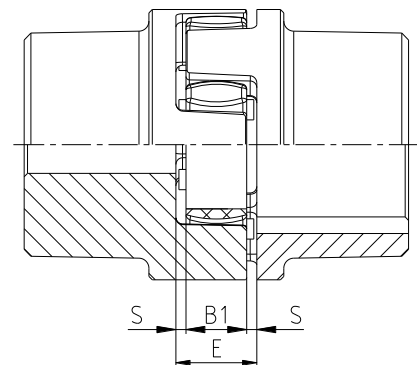

Fig. 12 : Montage de l'accouplement
- Déplacer les ensembles axialement jusqu'à la cote E (voir fig. 12).
- Installer l'anneau en position médiane entre les moyeux et vérifier les cotes E et S (voir fig. 12 et chapitre 1).